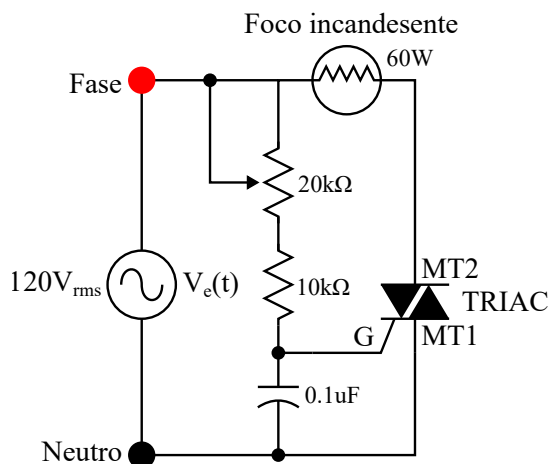

Fig. 8.5
1. Arme el circuito de la Fig. 8.5, asegurándose de conectar la FASE en el nodo formado por la resistencia de $10\text{ k}\Omega$ y el foco incandescente; el NEUTRO en el nodo formado por el capacitor y M_{T1} .